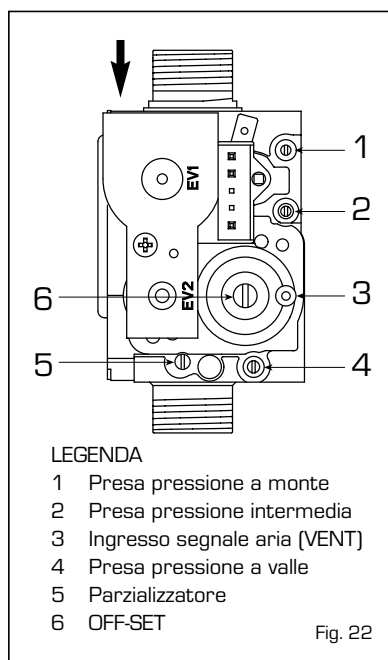
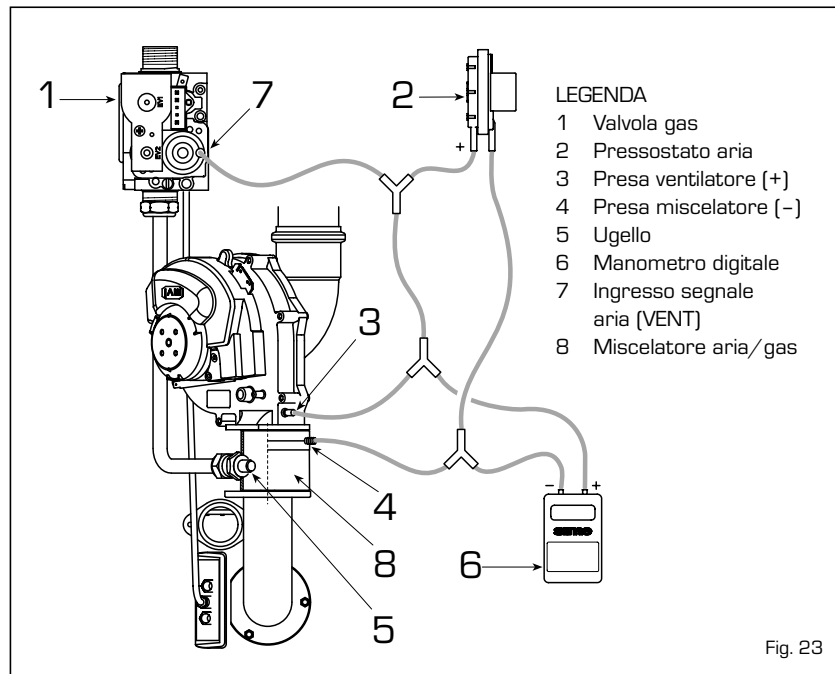

Fig. 22
Fig. 23
La caldaia è prodotta di serie con valvola gas modello SIT 848 SIGMA (fig. 22).
rando il "Δp aria" impiegando un manometro digitale collegato come indicato in fig. 23.
* Il "Δp aria" è misurato con caldaia in funzione impiegando un manometro differenziale collegato come indicato in fig. 23.
- Sostituire l'ugello con relative guarnizioni (5 fig. 23) fornito nel kit.
Ruotare il trimmer potenza riscaldamento (10 fig. 19) in senso antiorario a fondo scala. Misurare il valore del " Δp aria" (fig. 23) e determinare il " Δp gas" corrispondente come da diagramma (fig. 27). Misurare il valore del " Δp gas" effettivo (fig. 26) e, se necessario, agire su OFF-SET (6 fig. 22) per avvicinarsi il più possibile al valore riportato sul diagramma: per aumentare il " Δp gas" ruotare la vite in senso orario, per diminuirlo in senso antiorario.
Ruotare il trimmer (10 fig. 19) in senso orario a fondo scala. Misurare il valore del " Δp gas" effettivo (fig. 26) e, se necessario, agire sul parzializzatore (5 fig. 22) per avvicinarsi il più possibile al valore riportato sul diagramma (fig. 27). Verificare nuovamente il valore di taratura potenza minima riscaldamento (punto A).